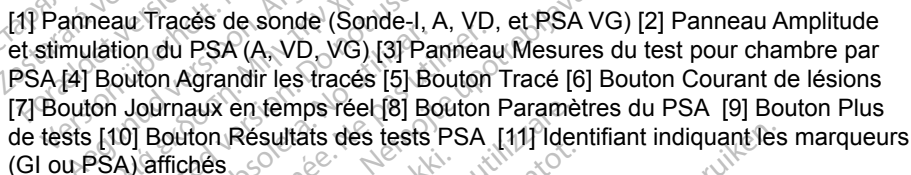

Figure 7. PSA – Exemples d'une sélection de tracé de sonde, GI basse tension (Sonde-1 et PSA A)
REMARQUE : avant d'évaluer les sondes, vérifier que les EGM du PSA sont sélectionnés en utilisant les sélections de tracé de sonde (Figure 7 en page 20).
- Jusqu'à quatre tracés en temps réel peuvent être affichés (se reporter à la légende [1] à la Figure 6 en page 20). Le bouton Tracés de sonde affiche le panneau Sélection de tracé en temps réel. La figure 7 répertorie deux noms de tracé de sonde (Sonde-I et PSA A) pour un GI basse tension. D'autres sélections s'affichent lorsque des GI haute tension sont interrogés.
3. Modifier la/les sélection(s) du tracé de sonde en temps réel pour afficher le/les tracé(s) de la sonde du PSA. Se reporter à la légende [1] à la Figure 6 en page 20 et aux sélections des tracés de la sonde du PSA à la Figure 7 en page 20.